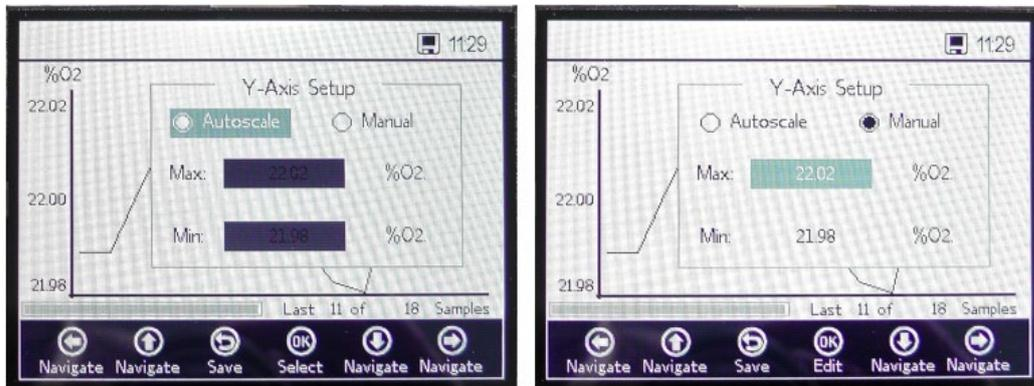

Abbildung 31. Einrichten der Y-Achse: Einstellung Autoscale ...und Manual
2. Für die auf der Y-Achse angezeigten Mindest- und Höchstwerte die Einstellung **Autoscale** oder **Manual** auswählen. Siehe Abbildung 31. Die Option Autoscale stellt die Mindest- und Höchstwerte automatisch gemäß der voreingestellten Messwerte ein.